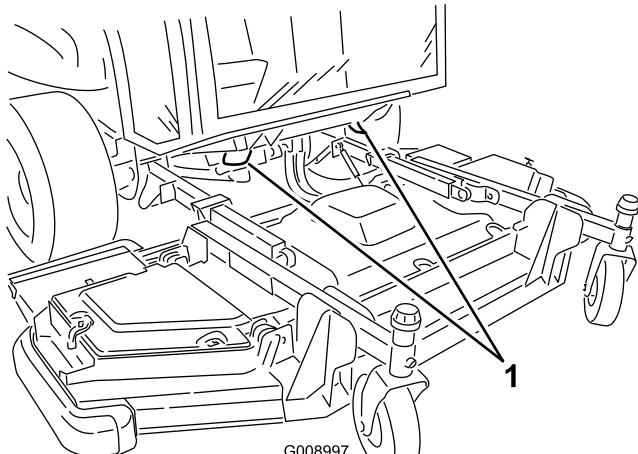

**Figure 38**
- 1. Point de levage avant (2)
- Au centre du pont arrière à l'arrière de la machine (Figure 38).